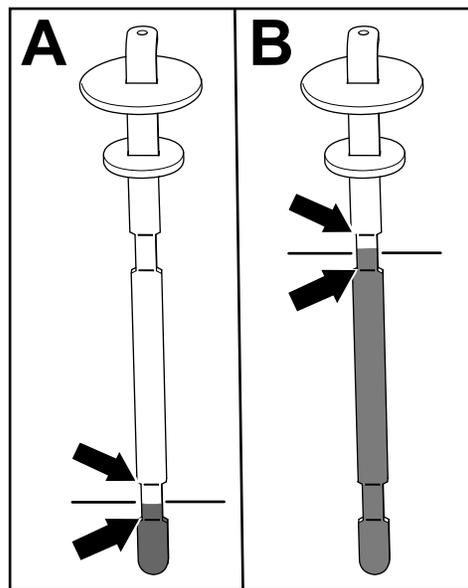

Рисунок 84
5. Извлеките щуп и проверьте уровень рабочей жидкости (Рисунок 84).
- Если у вас на машине установлен **режущий блок**: уровень гидравлической жидкости должен находиться на соответствующем уровне между 2 нижними отметками на щупе (А на Рисунок 84). Также допустимо, если уровень жидкости находится выше нижних отметок.
**приводом:** уровень гидравлической жидкости должен находиться на соответствующем уровне между 2 верхними отметками на щупе (В на Рисунок 84).